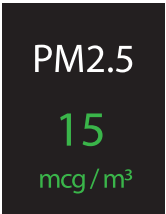

Рисунок 6
- 1. На дисплее прибора отображается текущая концентрация взвешенных микроскопических частиц PM2.5 в воздухе помещения (рис. 6). Числовое значение и единица измерения в mcg/m3 имеют при этом определенный цвет, показывающий текущий уровень качества воздуха. Все уровни качества воздуха по показателю «Концентрация PM2.5» указаны в таблице 2.